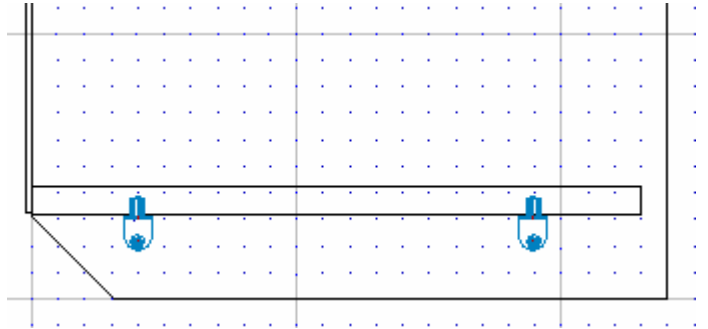

Рис. 96 Точная установка двух уголков
5. Нажать клавишу **Ctrl** и, удерживая ее в этом состоянии, указать курсором мыши новое положение базовой точки на 64 мм (четыре шага сетки) вправо от заднего (на рис. 96 – левого) края полки. Один из уголков окажется в нужном месте модели.
6. Указать курсором мыши положение другого уголка, новое положение базовой точки на расстоянии 64 мм (четыре шага сетки) влево от переднего (на рис. 96 – правого) края полки. Можно также ввести координаты размещения уголка в модели с клавиатуры, задав следующие значения: @0, 0, 256.